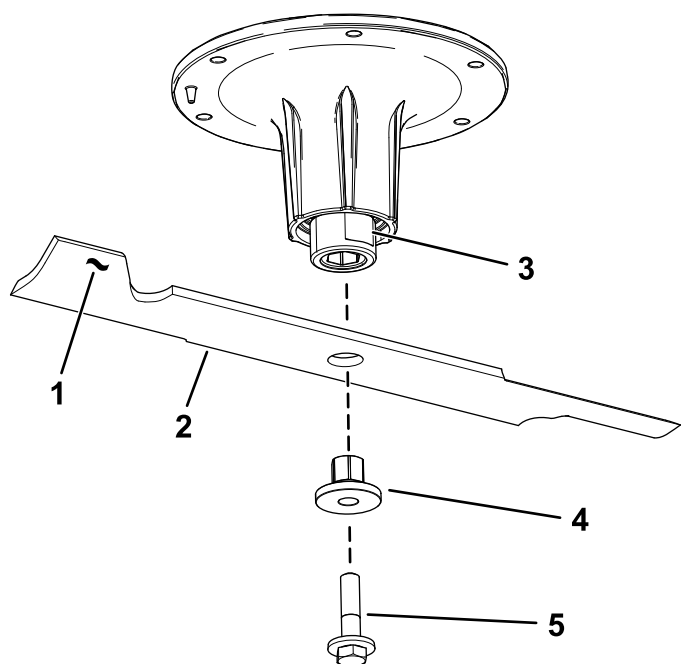

図 76
2. スピンドルのシャフトからブレードボルト、ブッシュ、ブレードを取り外す 図 76。